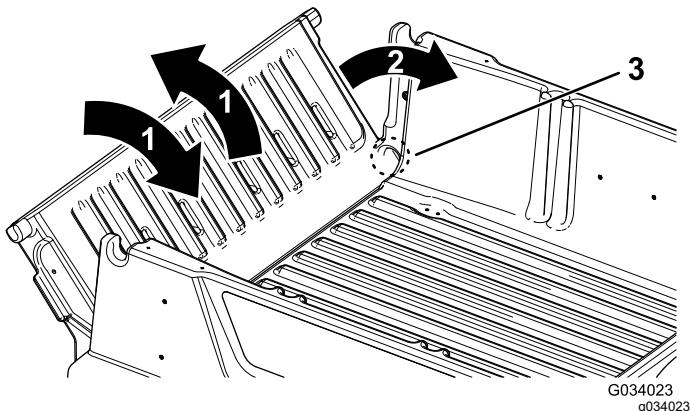

Figura 23
2. Ruotate la sponda posteriore in posizione di circa 45° (Figura 23).
3. Agitate con un movimento rapido per ruotare la sponda posteriore avanti e indietro più volte (Figura 23).